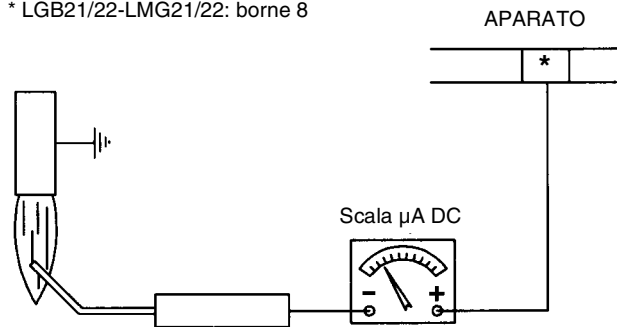

Fig. 37
- si existen dudas, controlar el circuito de detección tras haber puesto en función nuevamente el quemador, siguiendo el esquema indicado en Fig. 37.
Para medir la señal de detección, seguir el esquema indicado en la Fig. 37.